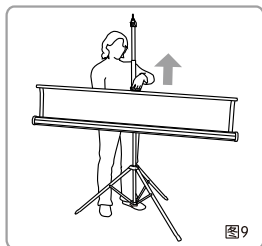
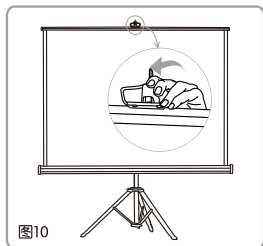

图9
图10
6. 方法一：提起幕布拉杆手环，将幕布拉开并挂到升降杆上的锌铝合金挂钩上。(如图9-图10)